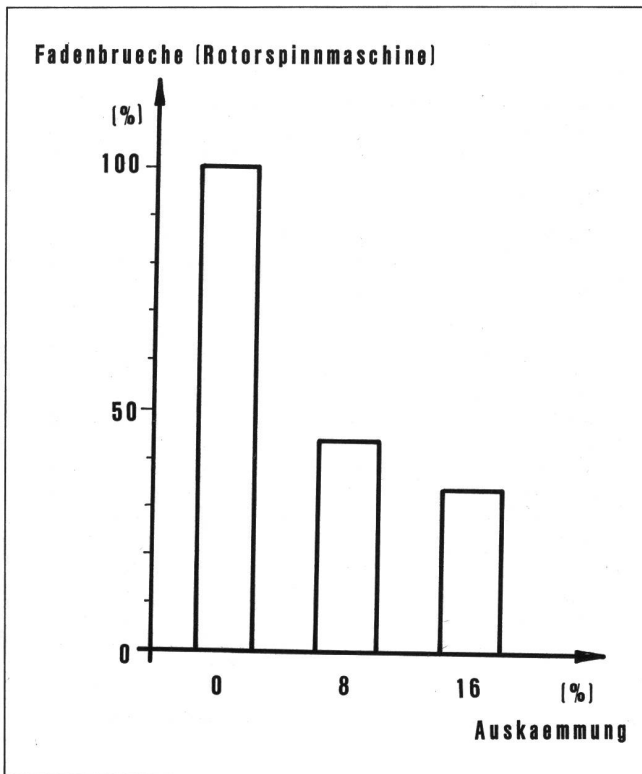

Abb. 9 Einfluss Auskämmung auf Fadenbrüche Rotorspinnmaschine
In der Rotorspinnerei wird normalerweise keine gekämmte Baumwolle eingesetzt. Mittels einer Diplomarbeit wurde der Einfluss der Auskämmung auf das Fadenbruchverhalten bei einem Sortiment im Grenzbereich untersucht. Es zeigt sich nach Abb. 9 hier eine Fadenbruchreduktion um mehr als 50% bereits nach der geringen Auskämmung von 8% (7).